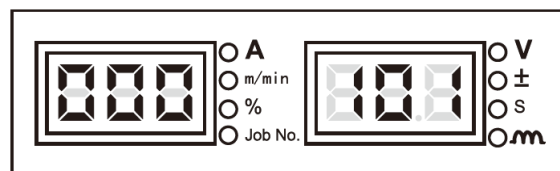

Рисунок 3-41 Экран запроса данных о версиях программного и аппаратного обеспечения
2. Нажмите клавишу «Ввод» и с помощью ручки на панели сварочного аппарата получите данные о версиях программного и аппаратного обеспечения, как показано на Рис. 3-41.